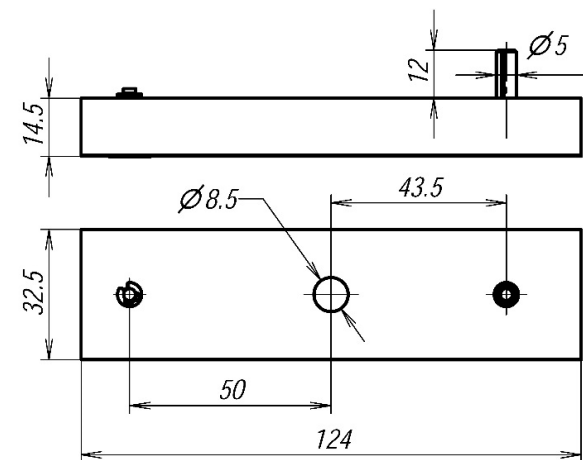

Рисунок 7 - Якорь
5.5 Якорная часть замка устанавливается на двери напротив корпуса. Для варианта поставки AL-180FB- 01 в двери подготавливаются монтажные отверстия для штифта и деталей крепления в соответствии с габаритным чертежом якоря (рисунок 7).